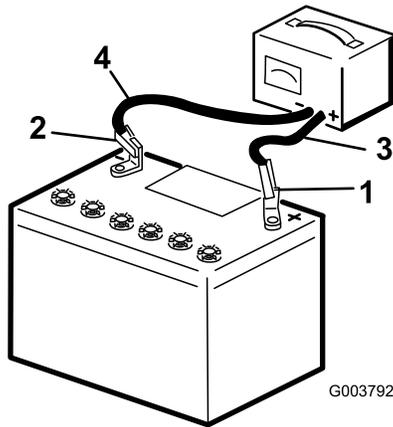

図 37
3. 25-30アンペアで10～15分、または4-6 アンペアで30分、バッテリーを充電する（図 37）。充電しすぎないように注意すること。
4. 充電が終わったら、チャージャのプラグをコンセントから抜いてから、チャージャのリード線をバッテリー端子から外す () 図 37。